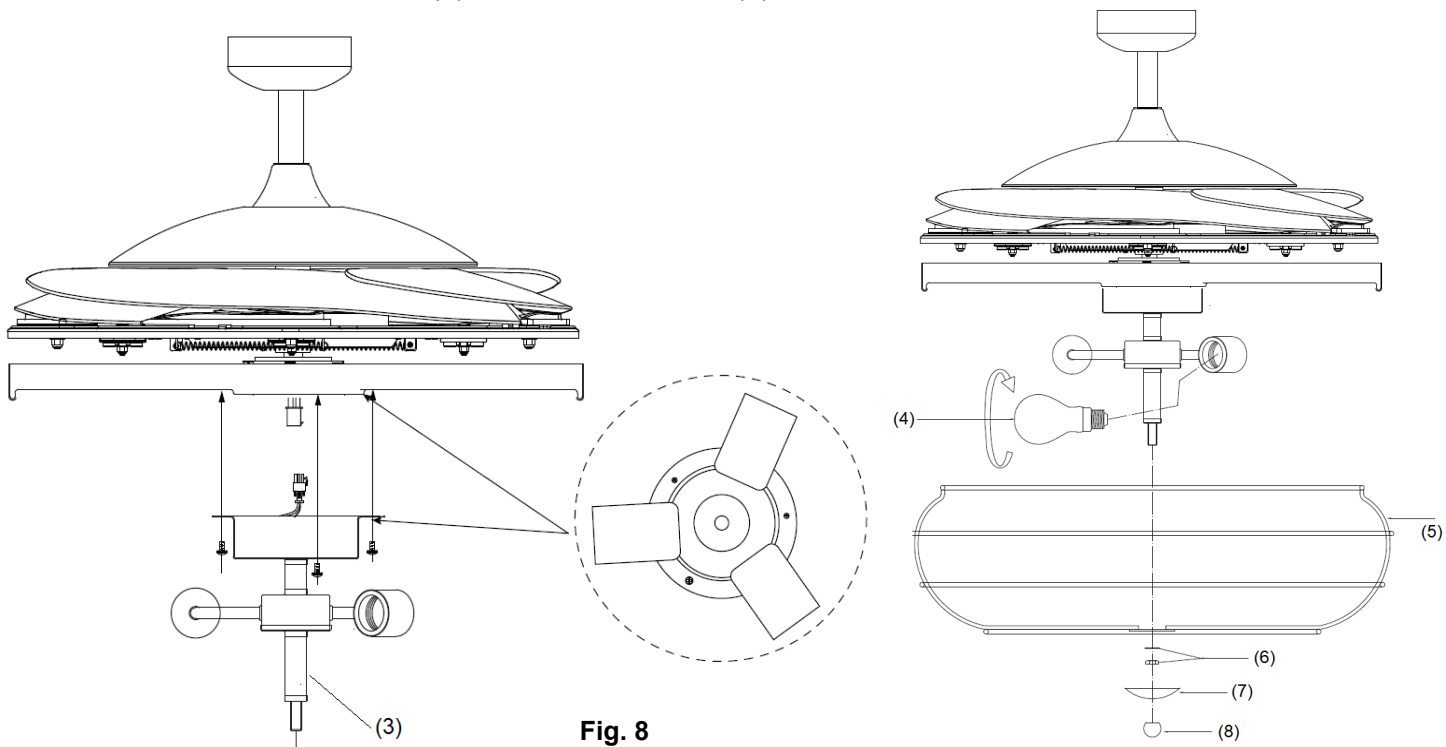

Fig. 8
4. Conecte el conector rápido a la pieza del soporte de la lámpara (3). (Fig. 8)
5. Fije la pieza del soporte de la lámpara (3) a la placa del juego de luces ajustando los 3 tornillos. No